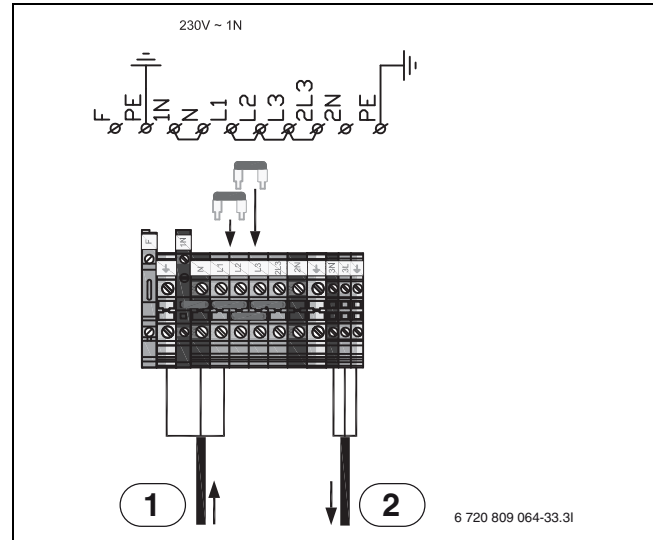

Fig. 42 Conexión eléctrica alternativa para la resistencia eléctrica integrada, ~1N
- Colocar un tubo de conexión entre L1-L2 y L2-L3 (véase fig. 42).